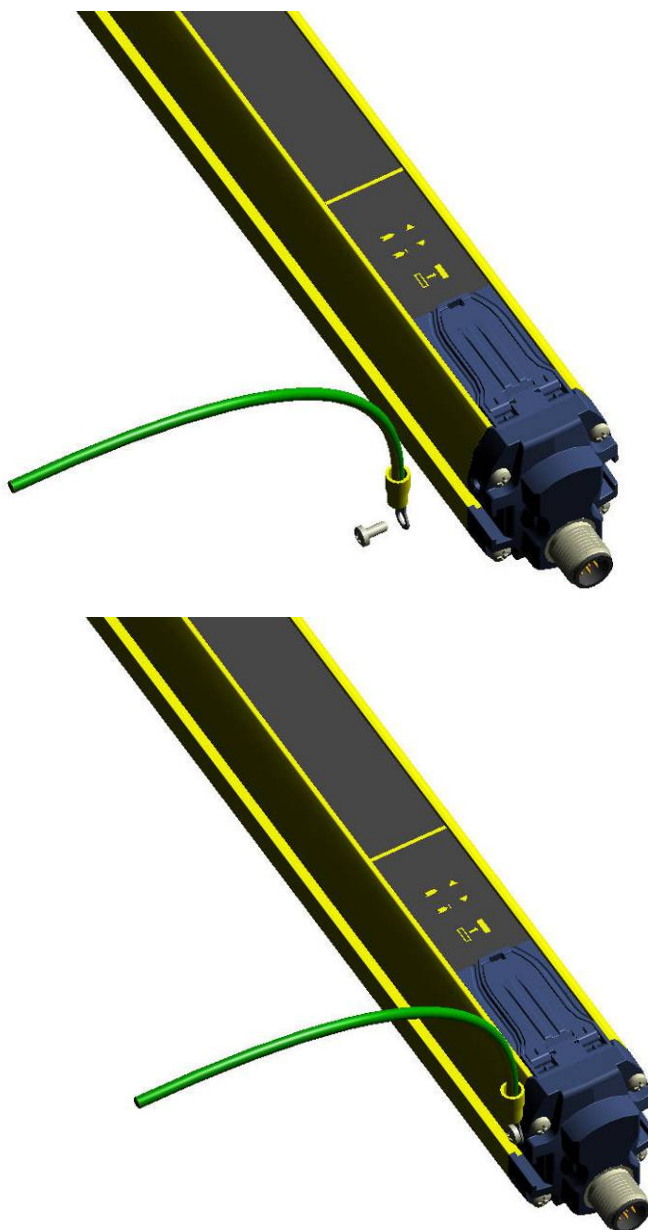

Abb. 17
- Falls gewünscht, kann dieser Anschluss auch über mit Schraube aus dem Lieferumfang vorgenommen werden, die dazu in die entsprechende Gewindebohrung in der Verschlusskappe (*siehe Abb. 17*) eingefügt werden muss.